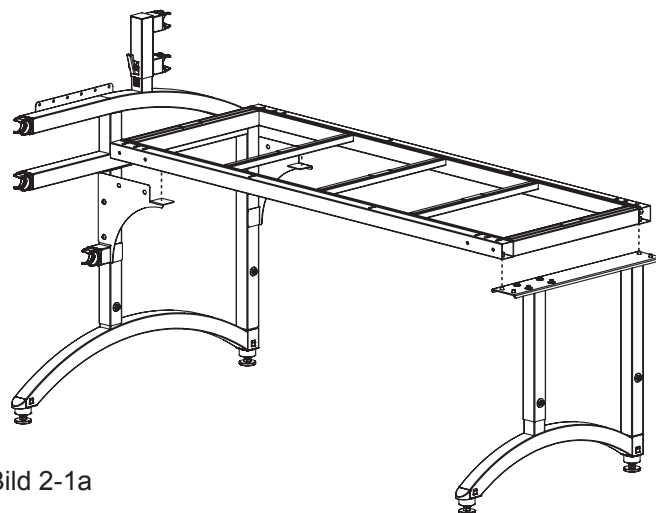
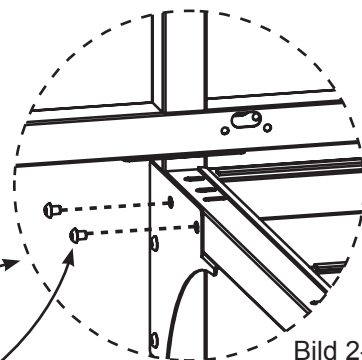
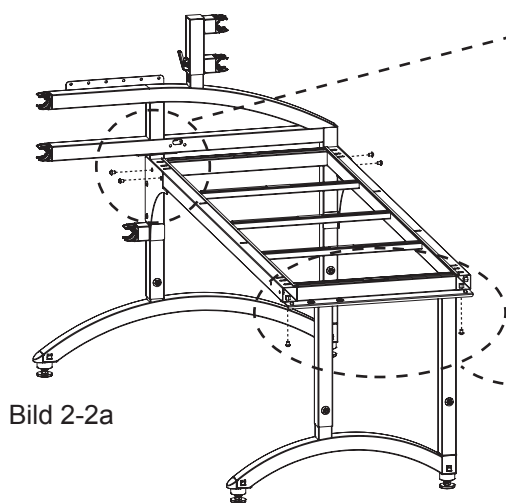

Bild 2-1a
Bild 2-2b
Bild 2-2a
**2-1 :** Legen Sie die Tischkonstruktion auf die Träger und die mittleren Beine, wie in Abb. 2-1a gezeigt. Es wird empfohlen, eine zweite Person mit einzubeziehen, die ein Ende halten würde, um für Stabilität zu sorgen. Die Tischkonstruktion an beiden Rahmen mit den Schrauben (M8 x 16 mm) und den Inbusschlüssels (5 mm) befestigen. (Abb. 2-2a und Abb. 2-2b).